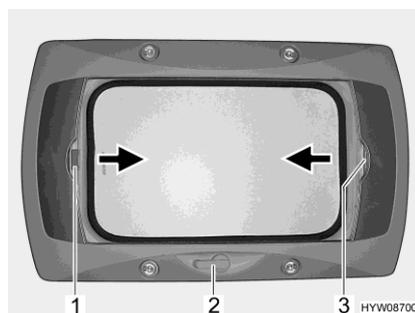

Fig. 54 Oblò a manovella
- Ruotare la manovella (Fig. 54,2) fino a quando non si incontra resistenza.
- Tirare la tendina oscurante pieghevole per la maniglia (Fig. 54,3) nella direzione della freccia fino alla posizione desiderata e rilasciare. La tendina oscurante pieghevole rimane in questa posizione.
- Tirare la zanzariera a rullo per la maniglia (Fig. 54,1) nella direzione della freccia verso la maniglia contrapposta della tendina oscurante pieghevole (Fig. 54,3) e farla innestare.
- Tirare la maniglia della zanzariera a rullo (Fig. 54,1) dietro, verso l'alto, e sganciare la zanzariera a rullo dalla tendina oscurante pieghevole (Fig. 54,3).